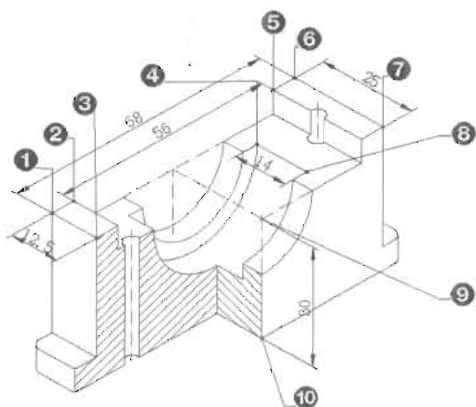

图 11-112
(8) 执行“标注>对齐”菜单命令，标注尺寸长度，如图 11-112 所示，命令执行过程如下：
//捕捉图 11-112 中的点 1
//捕捉图 11-112 中的点 6
//捕捉图 11-112 中的点 2
//捕捉图 11-112 中的点 5
指定第一条尺寸界线原点或 <选择对象>: //捕捉图 11-112 中的点 1
指定第二条尺寸界线原点: //捕捉图 11-112 中的点 3
指定第一条尺寸界线原点或 <选择对象>: //捕捉图 11-112 中的点 6
指定第二条尺寸界线原点: //捕捉图 11-112 中的点 7
指定第一条尺寸界线原点或 <选择对象>: //捕捉图 11-112 中的点 4
指定第二条尺寸界线原点: //捕捉图 11-112 中的点 8
指定第一条尺寸界线原点或 <选择对象>: //捕捉图 11-112 中的点 9
指定第二条尺寸界线原点: //捕捉图 11-112 中的点 10